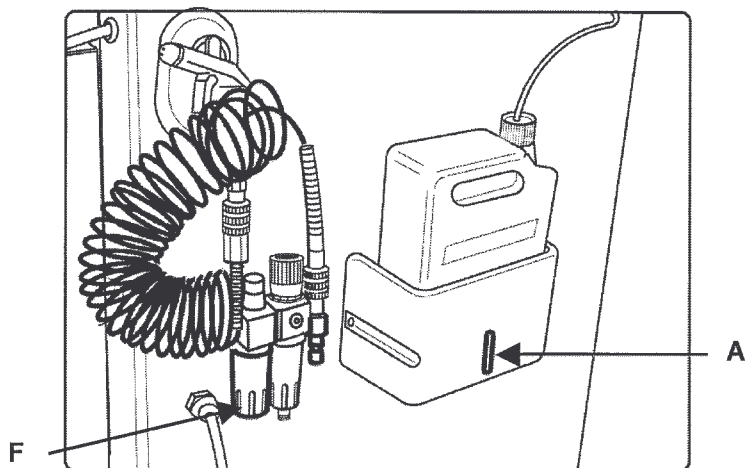

Fig. 10-01
- Controllare il livello dell'olio di lubrificazione del taglio (**Fig. 10-01 - Rif. "A"**)
- Controllare, attraverso le feritoie "F" sul filtro di lubrificazione, il livello dell'olio (**Fig. 10-01**)